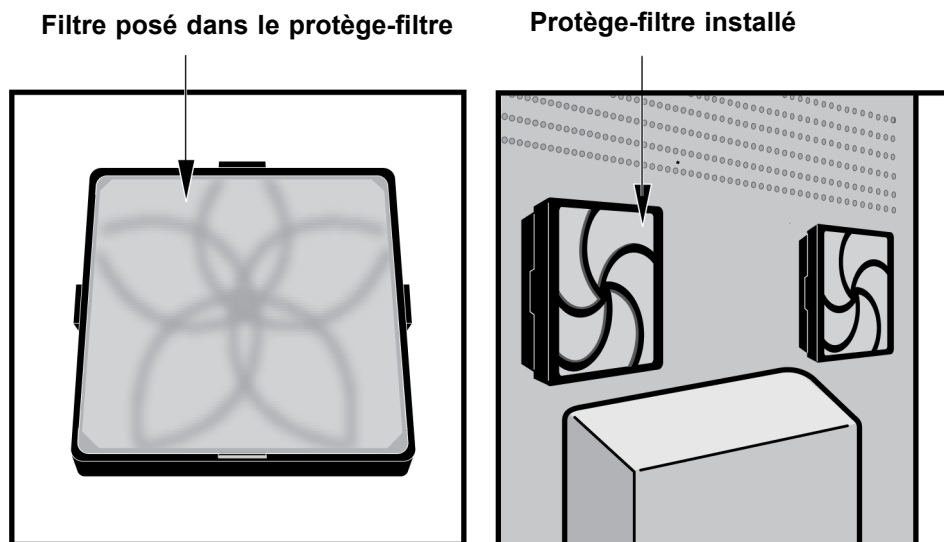

Figure 9-20. Filtre de rechange et protège-filtre installés
- Mettez le protège-filtre de ventilateur et le filtre en place d'un seul tenant. Appuyez les côtés du protège-filtre fermement sur le boîtier du ventilateur jusqu'à ce que les attaches s'enclenchent solidement sur le ventilateur. Appuyez sur le bas du protège-filtre jusqu'à ce que les attaches s'enclenchent solidement sur le ventilateur. Voir la Figure 9-20.